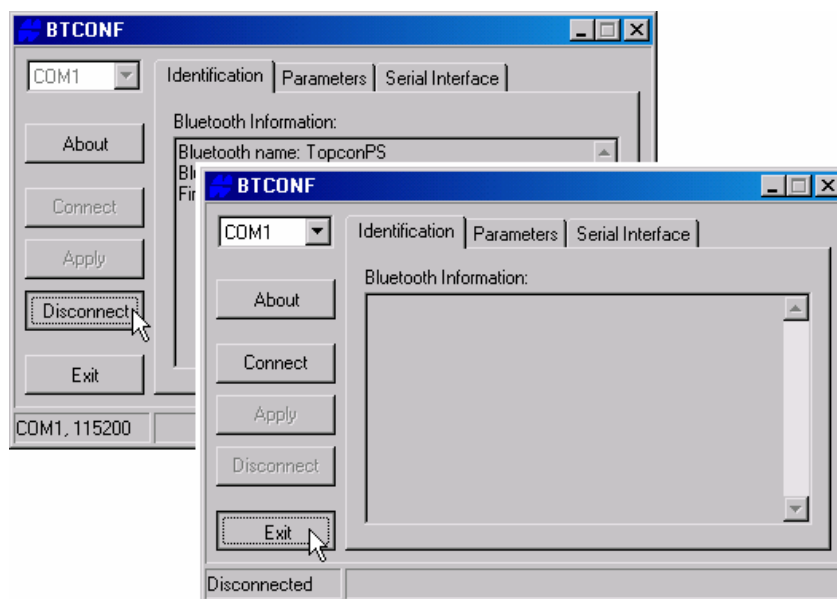

Рисунок 2-36. Выход из BTCONF. Disconnect, затем Exit
9. Для выхода из программы BTCONF щелкните на кнопке *Disconnect* (*Отсоединить*), затем *Exit* (*Выход*), см. рис. 2-36.